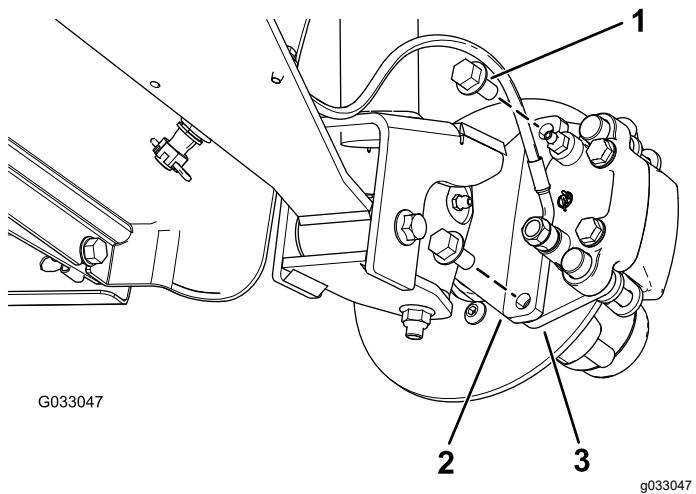
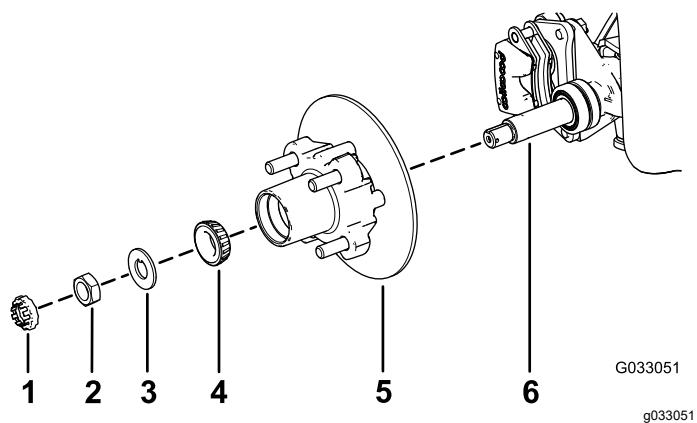

Figura 24
Figura 28
3. Retire os parafusos de cabeça flangeada ($\frac{3}{8}$ x $\frac{3}{4}$ pol.) que prendem o suporte para o conjunto dos travões ao eixo e afaste o travão do eixo (Figura 24).
1. Aplique uma leve camada do lubrificante especificado no eixo (Figura 28).
2. Monte o cubo e o rotor no eixo com o rotor interior (Figura 28).
3. Monte o rolamento exterior no eixo e coloque o rolamento na correia exterior (Figura 28).
4. Monte a anilha com patilha no eixo (Figura 28).
5. Enrosque a porca do eixo no eixo e aperte a porca com 15 N·m, enquanto roda o cubo para assentar o rolamento (Figura 28).
2. Alinhe as pastilhas dos travões com cada lado do rotor (Figura 24) e os orifícios no suporte da pinça com os orifícios na montagem dos travões da estrutura do eixo (Figura 28).
3. Prenda o suporte da pinça à estrutura do eixo (Figura 24) utilizando os dois parafusos de cabeça flangeada ($\frac{3}{8} \times \frac{3}{4}$ pol.).